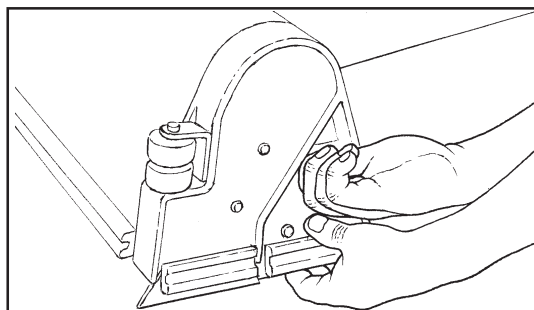

Figura 22
4. Vaya a la parte delantera de la máquina y quite el tornillo de mariposa de la puerta del cepillo (figura 22).